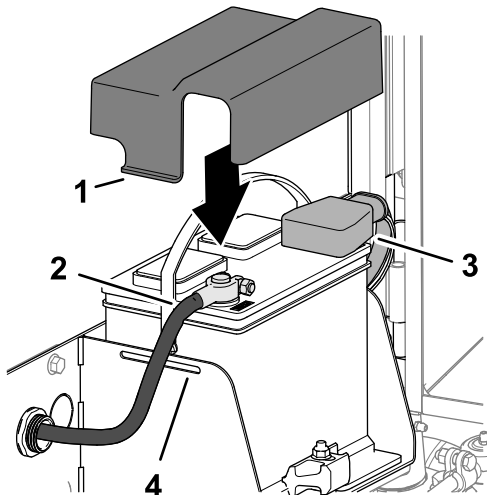

Figura 132
- Conecte el cable positivo (rojo) al borne positivo (+) de la batería (Figura 132).